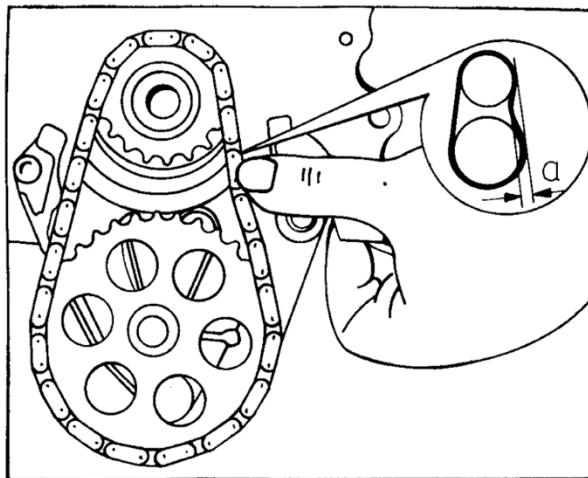

Bild M 42. Kettenspannung überprüfen
- (13) Rollenketten
- spannen (siehe Bild M 42)
- (14) Dichtbuchse
- (15) Dichtung
- (16) Einstellwinkel
- (17) Kombischraube (Mt = 9 Nm)
- (18) Wellendichtring
- (19) Sechskantschraube (Mt = 10 Nm)
- (20) Keilriemenscheibe